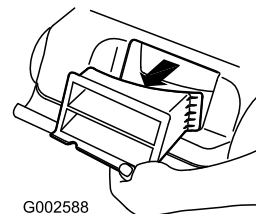

Figure 20
2. Retire el tapón de descarga trasera (Figure 20).